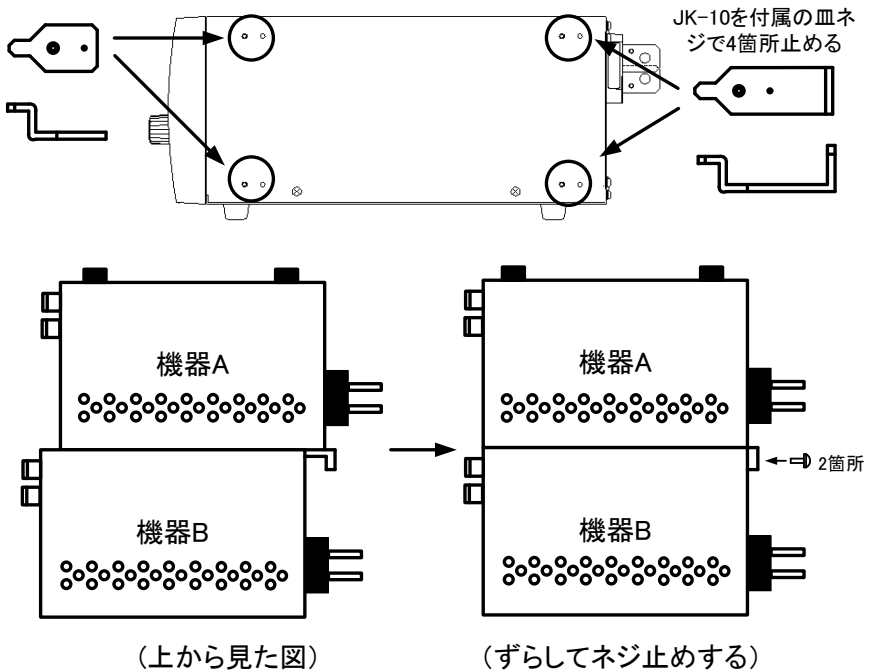

図 6-7 左右に並べて連結の場合
- (2) 機器 A のゴム足の付いていない側にジョイントキット(JK-10)を付属の皿ネジでしっかりと固定します。(4箇所)
- (3) 図 6-7 のように機器を置き、機器 B 側の金具の突起部が機器 A 側のゴム足を外したあとの穴にきちんとはまるように組みます。
- (4) 機器 A をずらして背面パネルとジョイントキット(JK-10)の金具を付属のセムスネジでしっかりと固定します。(2箇所)